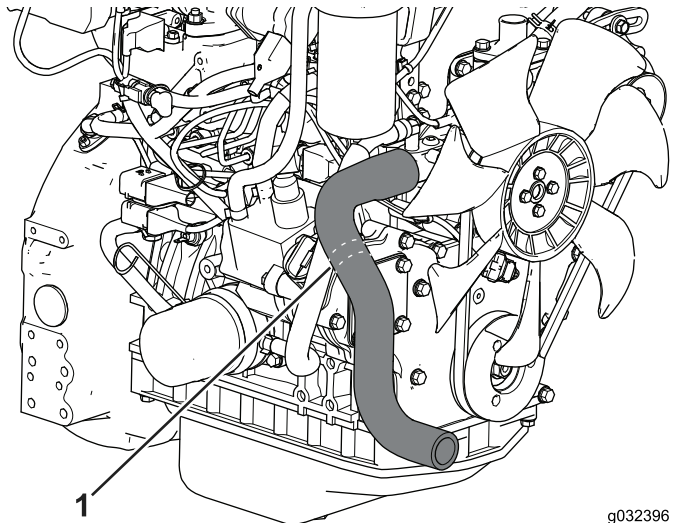

Figure 10
- Localisez le flexible de radiateur (Figure 10).
- À l'aide d'un outil de coupe, coupez le flexible de radiateur au niveau des traits (Figure 10).